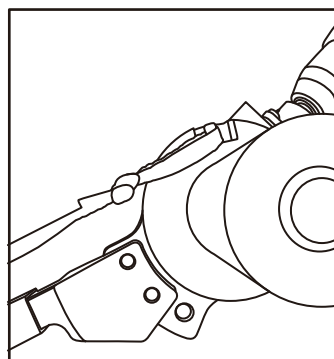
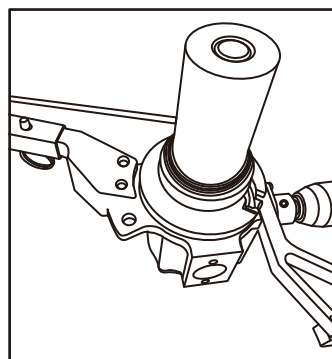

Fig. 7
Fig. 8
A. Al tirar desde un lado, haga un bucle en el extremo de la polilínea / mule tape y coloque el ojo alrededor del pasador de la polilínea / mule tape (10) en el cabrestante (1) (Fig. 7). Esto permitirá que la polilínea / mule tape se acumule continuamente en el cabrestante (1) (Fig. 8). Cambie la broca de 18 voltios a REVERSA y active el motor del taladro.